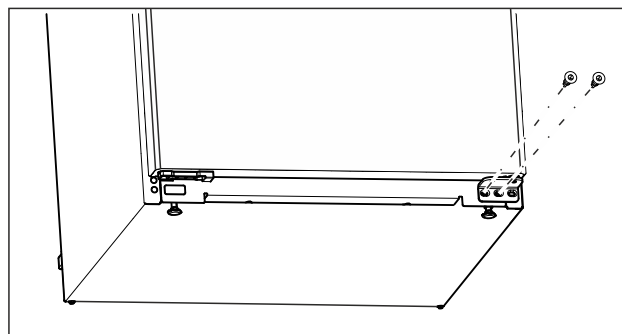

Fig. 7
- Csavarja ki az alsó csapágybakon a középső csavart Torx 20 csavarhúzóval. (lásd Fig. 7)
- Csavarja ki az alsó csapágybakon a belső csavart Torx 20 csavarhúzóval. (lásd Fig. 7)